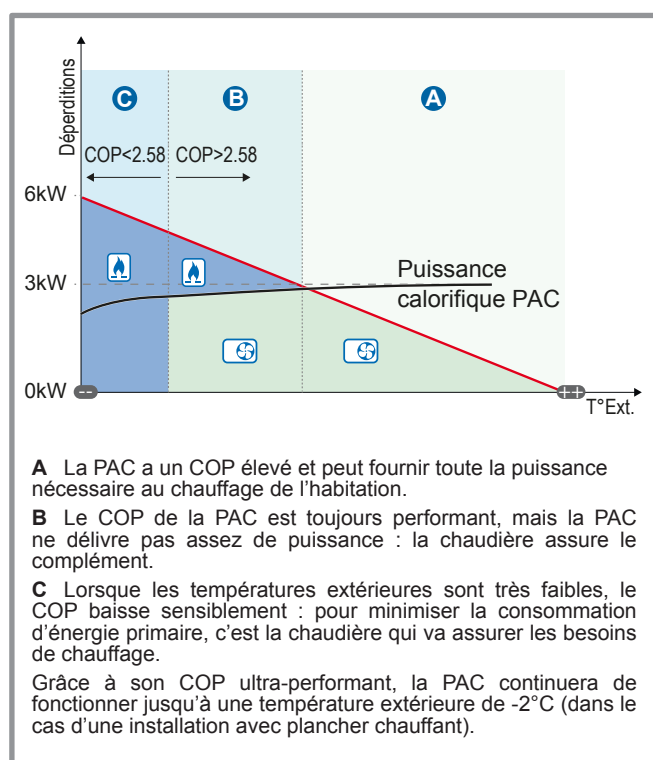

figure 11 - Principe
- En fonction de la température extérieure, la régulation choisit le mode de fonctionnement minimisant la consommation d'énergie primaire (voir figure 11, page 13).